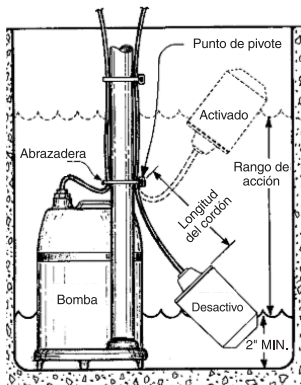

Figura 2
1. Monte la abrazadera de unión en la bomba o en la tubería de descarga. Asegúrese de que el flotador puede moverse libremente hacia arriba y hacia abajo sin que se interponga ningún objeto (vea la Figura 2).
3. Conecte el enchufe de conexión en cascada del conmutador de flotador a una toma de corriente de tres clavijas que esté puesta a tierra. Enchufe el cordón del motor de la bomba al enchufe de conexión en cascada (vea la figura 2).